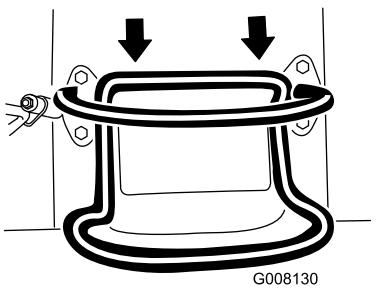

Bild 8
- Bewegen Sie den Fahrantriebshebel nach hinten, um rückwärts zu fahren (Bild 8). **Schauen Sie beim Rückwärtsfahren nach hinten und achten Sie auf Hindernisse, fassen Sie den Anschlagbügel mit den Händen an.**